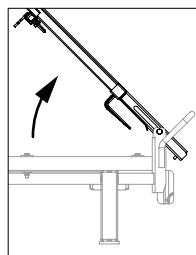

Fig. A7.07b
2. Rabattre le garde-corps (62.1) vers le haut jusqu'à ce qu'il soit à la perpendiculaire du platelage. (Fig. A7.07b + A7.07c)